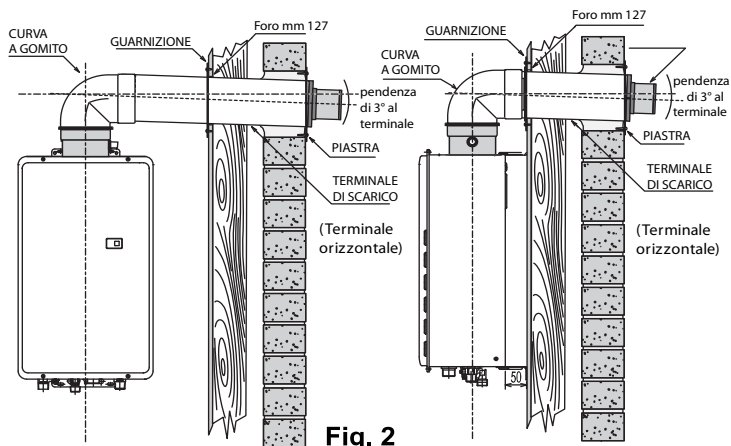

Fig. 2
- 1- Orizzontale diretta (Fig. 2);